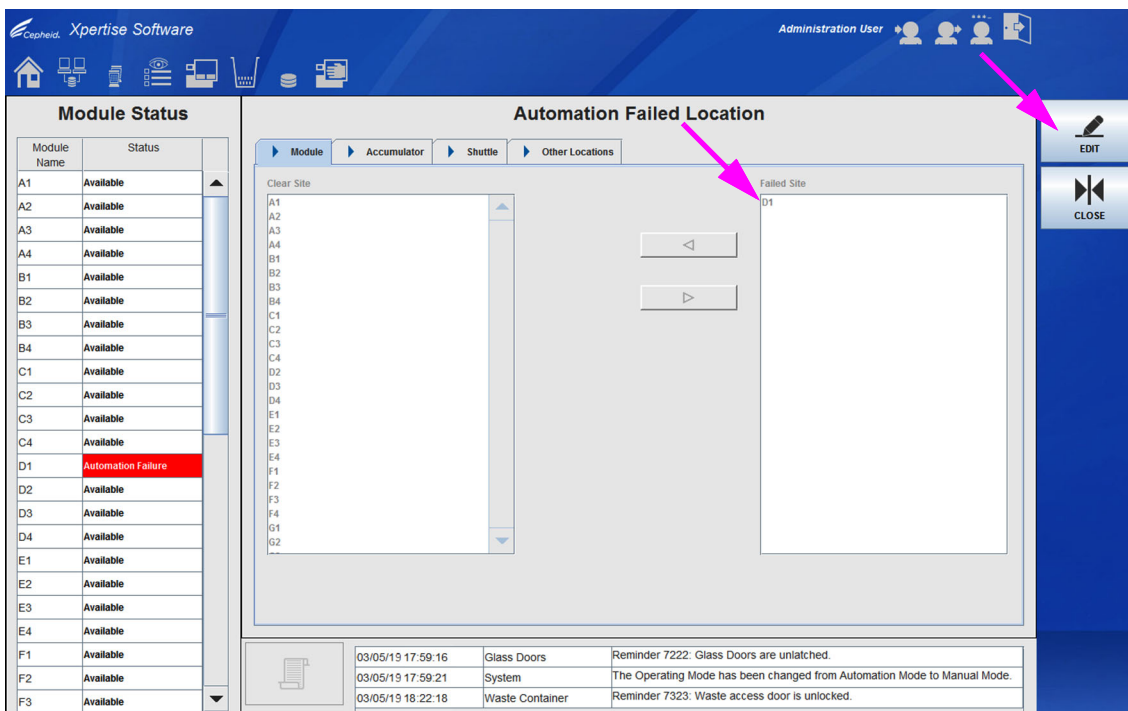

Figura 9-94. Área de trabalho Automation Failed Location (Localização de falhas de automatização) a mostrar local D1 falhado no módulo
3. Selecione o separador **Module (Módulo)** na área de trabalho Automation Failed Location (Localização de falhas de automatização) (ver Figura 9-94). O separador Module (Módulo) mostra um painel **Clear Site (Local desimpedido)** e um painel **Failed Site (Local falhado)** com setas esquerda e direita entre eles.
4. Na área de trabalho Automation Failed Location (Localização de falhas de automatização) (ver Figura 9-94), selecione o botão **EDIT (EDITAR)** para fazer alterações na área de trabalho.